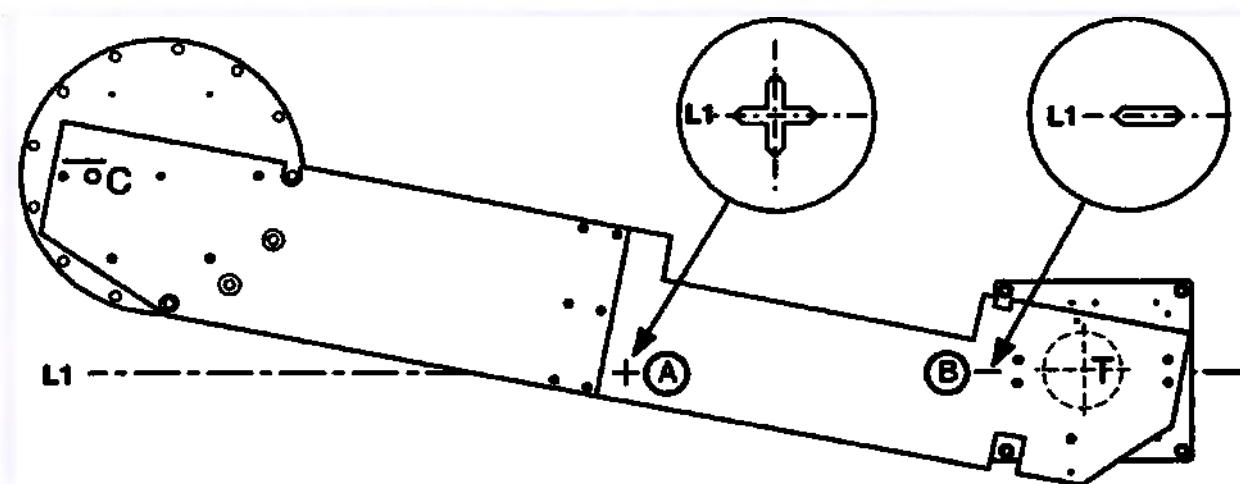

Рис. 5: Выравнивание монтажных пластин
Для выравнивания монтажных пластин в установочном калибре предусмотрены поперечный паз (Рис. 5 (A)) и продольный паз (Рис. 5 (B)). Выровняйте две монтажные пластины относительно отметок на полу: Отметка A на полу должна быть в центре поперечного паза.